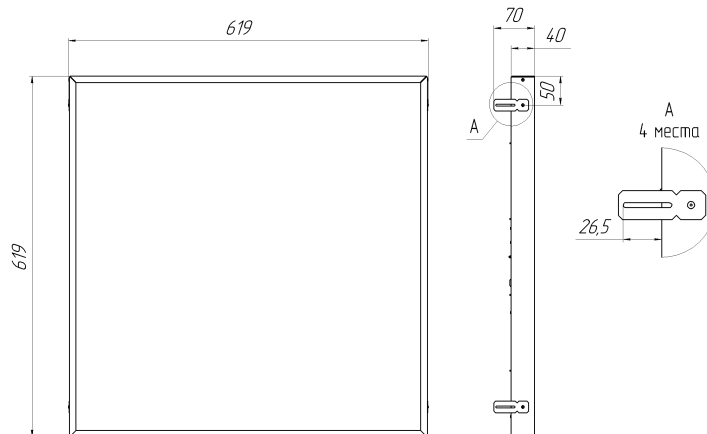

Рисунок 1. Габаритный чертеж Econex Office EGr 619x619
5.1.2. Для установки светильника необходимо повернуть торцевую панель и аккуратно снять рассеиватель. Надежно закрепить на ровной поверхности корпус светильника при помощи комплекта креплений, габариты для монтажа см. рисунок 1.